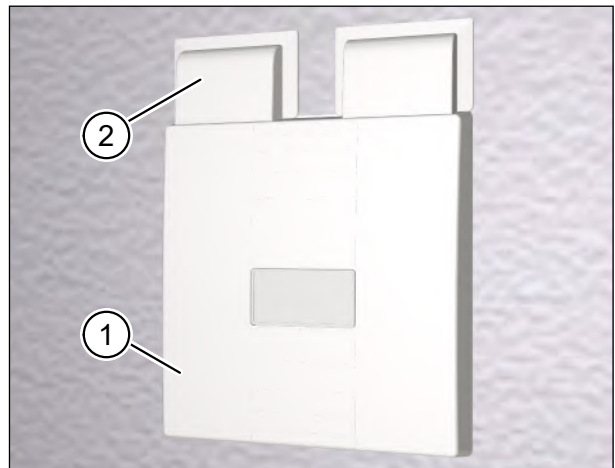

Abb. 46: Lüftungsgerät eingebaut
- Der Einbau des Lüftungsgerätes (Pos. 1 in Abb. 46) in das Montageset ist in der separaten Montageanleitung beschrieben (siehe „1.8 Ergänzende Dokumente“ auf Seite 6).
- Der Einbau der Kanaladapter (Pos. 2 in Abb. 46) ist in der separaten Montageanleitung beschrieben (siehe „1.8 Ergänzende Dokumente“ auf Seite 6).